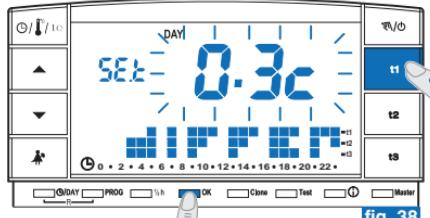
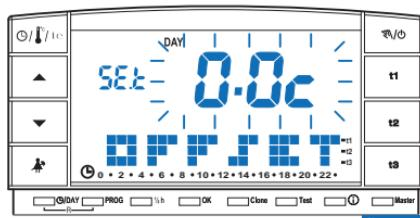

fig. 38
fig. 39
- Maintenir la touche **t1** appuyée, jusqu'à ce que la valeur configurée du différentiel s'affiche en **inscription clignotante** (exemple sur la fig. 38 - configuration d'usine **0,3°C**).
- Appuyer sur **OK** (fig. 38) pour passer à la configuration de la correction (Offset) (fig. 39).